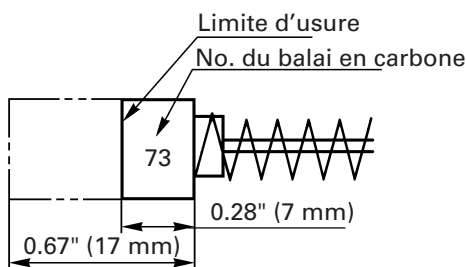

Fig. 20
## 4. Contrôle des balais en carbone (Fig. 20)
**REMARQUE:** Utiliser le balai en carbone HITACHI No. 73 indiqué sur la Fig. 20.